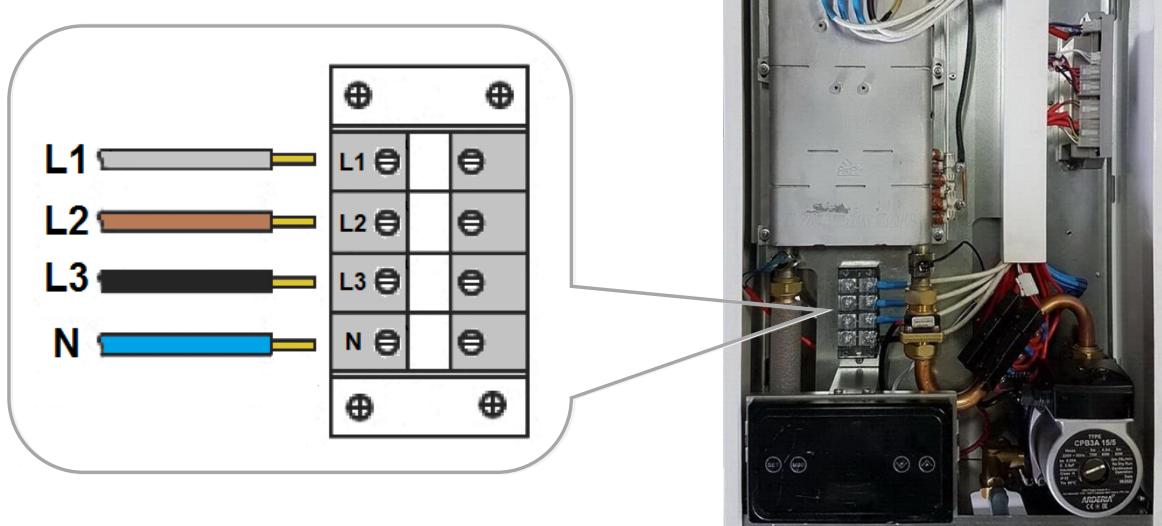

Рис. 12 Трёхфазное подключение
- Подключите все жилы кабеля к контактным выводам (клеммной колодке) электрокотла (См. Рис. 12 и Рис. 13)